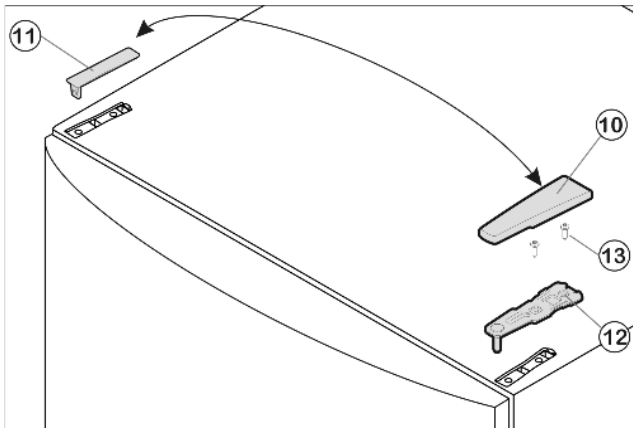

Fig. 4
- ▶ Стяните крышку крышку Fig. 4 (10) вперёд и снимите крышку Fig. 4 (11).
- ▶ Открутите верхнюю опорную подставку Fig. 4 (12) (2 шт. Torx 25) Fig. 4 (13) и вытяните вверх.
- ▶ Установите дверь сверху на опорный палец (22).
- ▶ Установите верхний опорный кронштейн Fig. 4 (12) на новой стороне шарнира так, чтобы он защелкнулся в дверце.
- ▶ Прикрутите опорный кронштейн Fig. 4 (12) (2 шт. Torx 25) Fig. 4 (13). При необходимости просверлите отверстия или используйте аккумуляторную отвертку.
- ▶ Защёлкните крышку Fig. 4 (10) и крышку Fig. 4 (11) на противоположной стороне.